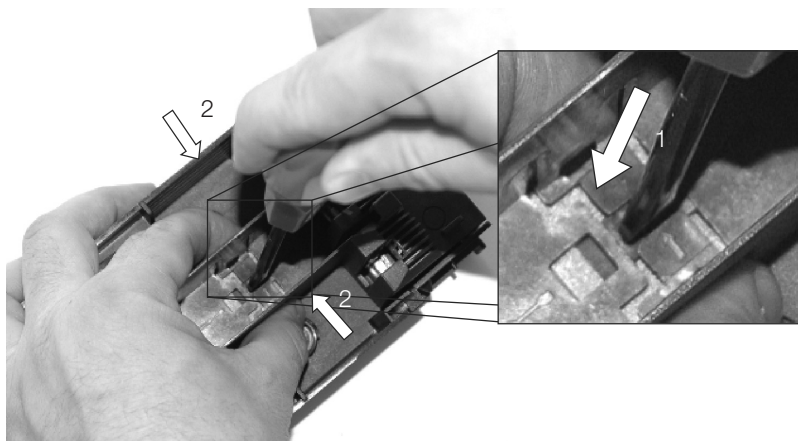

Figura 5
- Na proteção de terminais selecionada (Figura 5) 1, com uma chave de fenda desloque um dos grampos da proteção (Figura 5) 2;